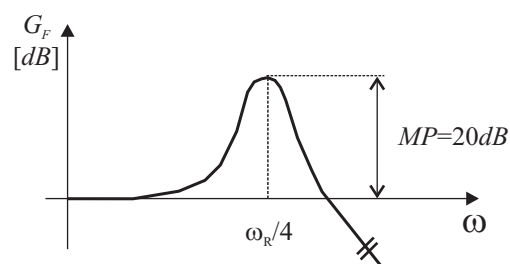

Figura 4: Transferencia del filtro  $L_F$ - $C_F$ .
- Para controlar la tensión sobre la carga ( $V_O$ ), dibujar un diagrama en bloques de un posible lazo de control describiendo claramente cada una de las partes (planta, modulador, etc.). Compensar el sistema para obtener error nulo al escalón y margen de fase aproximadamente igual a  $45^\circ$ , suponiendo CCM y una transferencia del filtro  $G_F$  como se ve en la figura 4.